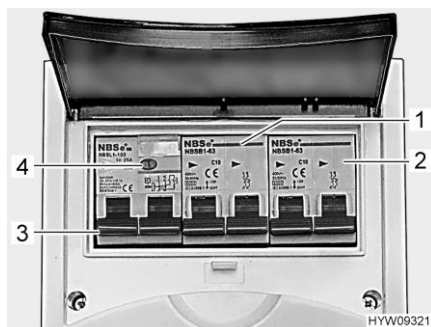

Bild 101 Ledningsskyddsbrytare och FI-brytare (230 V-säkringslåda)
En jordfelsbrytare (FI-brytare) (Bild 101,3) i säkringslådan skyddar hela fordonet mot läckström (0,03 A).
Den efterkopplade ledningsskyddsbrytaren (10 A) (Bild 101,1) skyddar 230 V-uttagen, el-blocket, den extra laddaren och kylskåpet.
På fordon med extrautrustning t. ex. takklimatanläggning skyddas apparaten av en extra ledningsskyddsbrytare (16 A) (Bild 101,2).
Kontrollera jordfelsbrytare: ■ När fordonet är anslutet till 230 V-försörjningen: Tryck på kontrollknappen (Bild 101,4). Jordfelsbrytaren (FI) måste lösa ut.